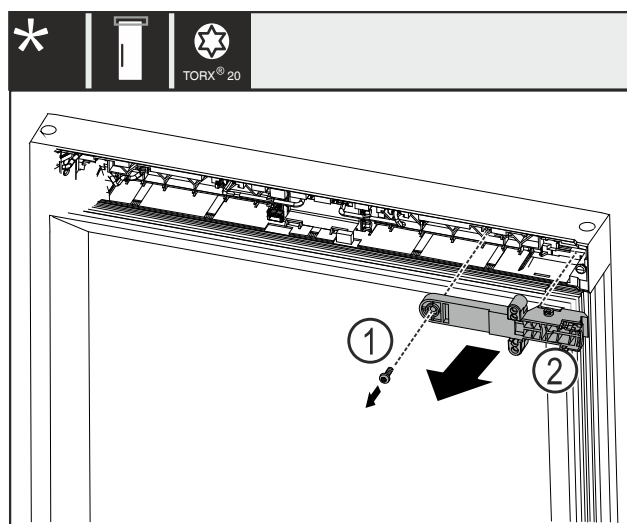

Fig. 25
- Retirer la vis Fig. 25 (1).
- Retirer la pièce de maintien du verrou Fig. 25 (2).